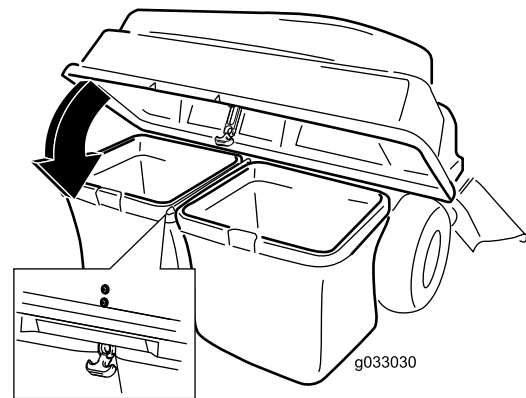

Figure 13
5. Abaissez le couvercle du système de ramassage sur les bacs (Figure 13).